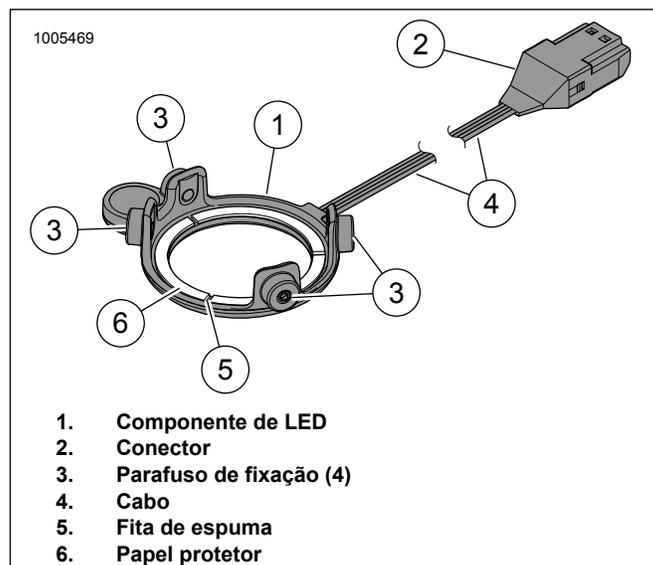

Figura 5. Luz LED, alto-falante Stage I redondo
3. Veja a figura 5. Remova o papel protetor (6) da fita de espuma (5) na parte traseira do componente de LED (1).